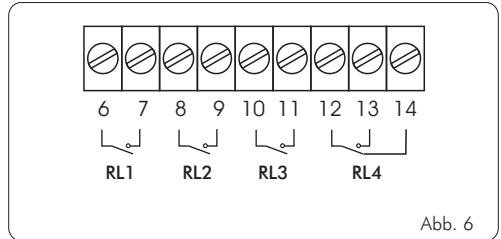

Abb. 6
**Die Empfänger entspricht den europäischen Normen 89/336/CEE , 73/23/CEE, EN 60335-1. B - Relaisausgänge (Abb.6)**